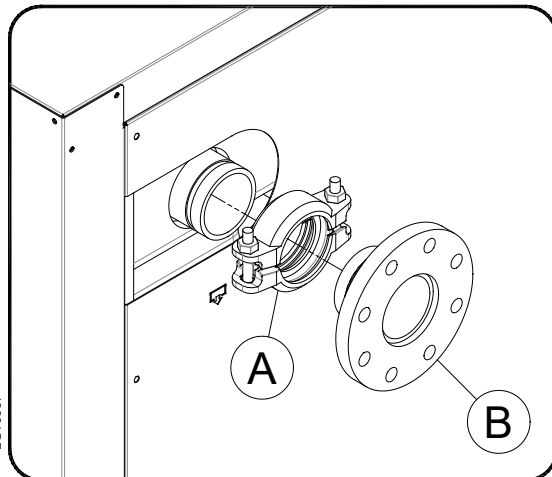

图 2
安装法兰 (B) 和 Victaulic® 接头 (A)（参见图 2）。